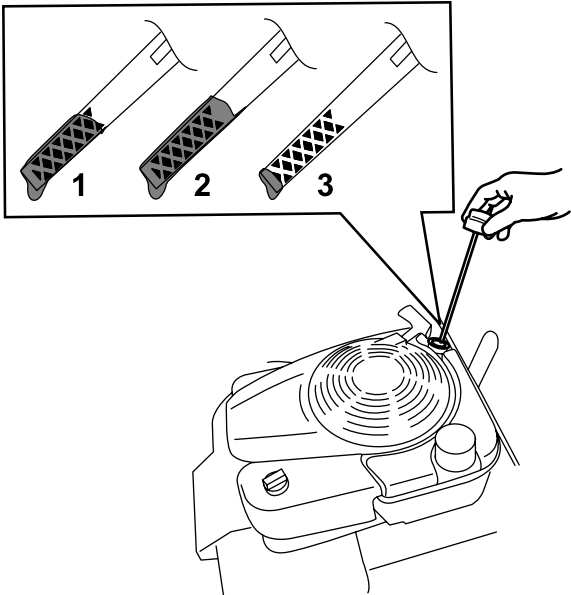

Figura 30
3. Retire la varilla girando el tapón en el sentido contrario a las agujas del reloj y tirando del mismo (Figura 30).
10. Observe el nivel de aceite en la varilla (Figura 30).